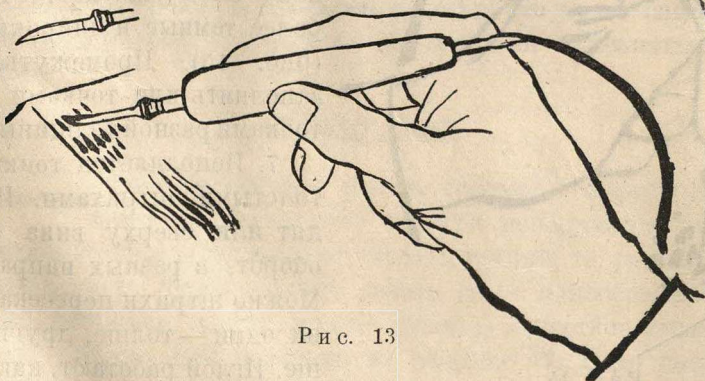

Рис. 13
2. Фон выполнен острием универсальной иглы короткими волнистыми и кривыми линиями. Иглой водят сверху вниз, быстро колебля ее то вправо, то влево. Если делать это медленнее и переворачивать иглу напятку—линии получаются более темные (рис. 13).
3. Исполняется универсальной иглой, которую держат под небольшим углом, начиная с левого угла квадрата направо (рис. 13). Можно
8. Ставят иглу как при исполнении квадрата 3 (рис. 13) и проводят ею сверху вниз, делая волнистые линии. Можно вести их непрерывно